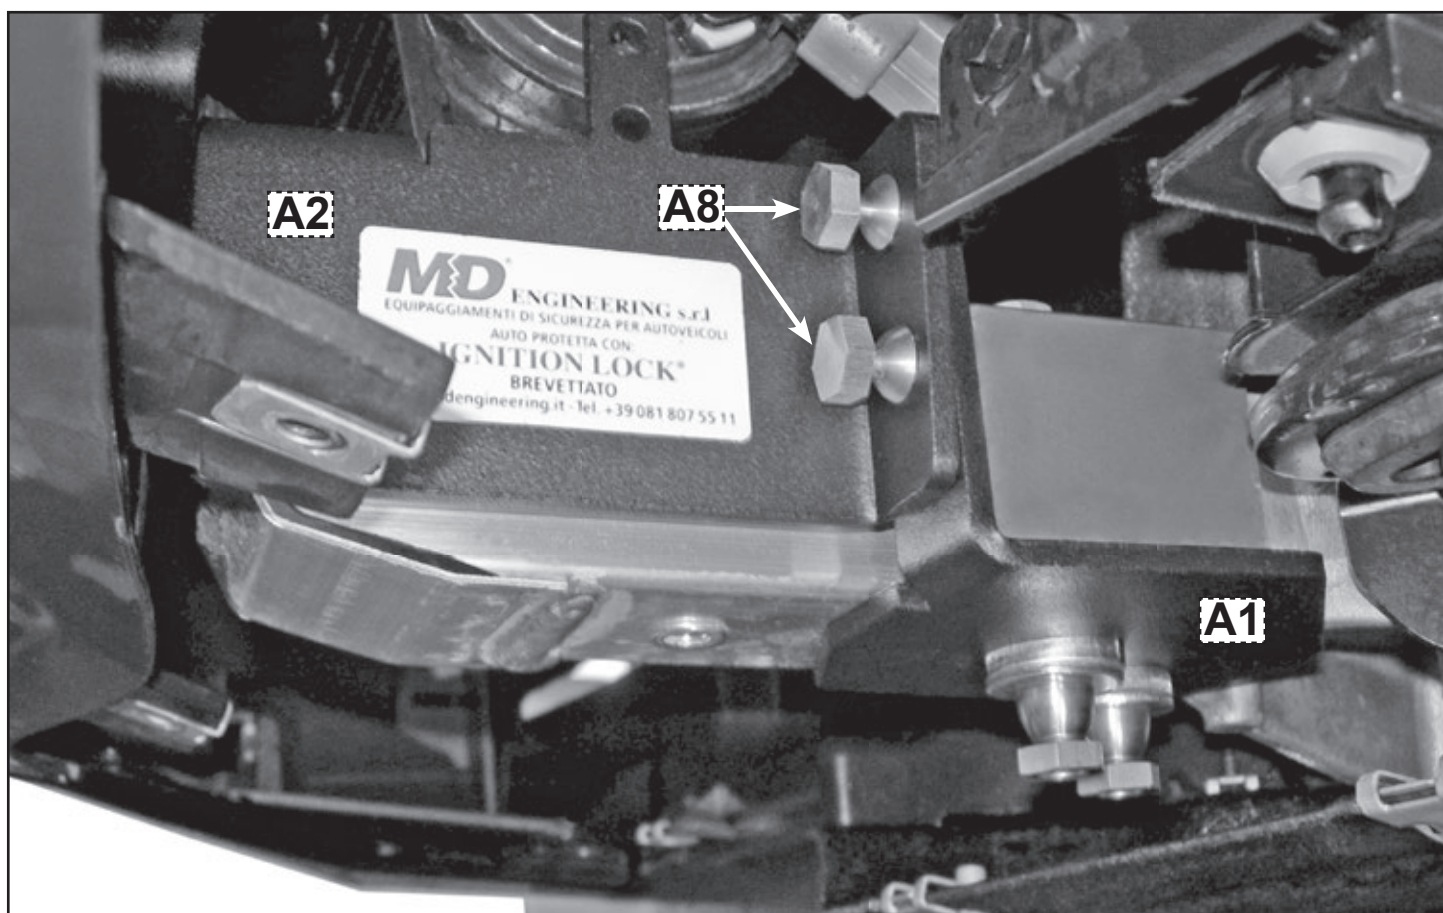

FIGURA 11
- **Nella figura 11** fissare la piastra **A2** in dotazione in corrispondenza dei fori di fissaggio sulla piastra **A1**, inserendo nella predisposizione del Radar i due perni **A8** in dotazione. Lasciarli lenti per la regolazione finale (vedi figura).